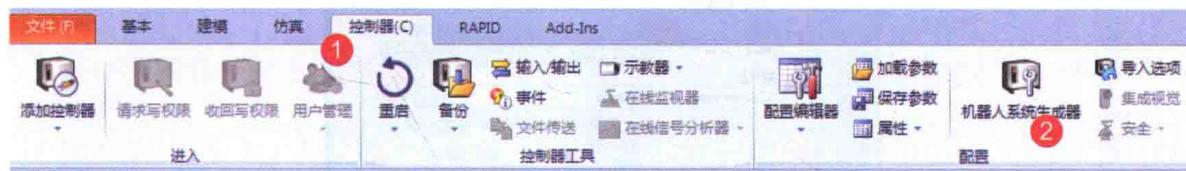

图 1-8 RobotStudio 菜单栏
- ①在 RobotStudio 中选择控制器菜单,如图 1-8 所示。
- ②选择“机器人系统生成器”,如图 1-8 所示。